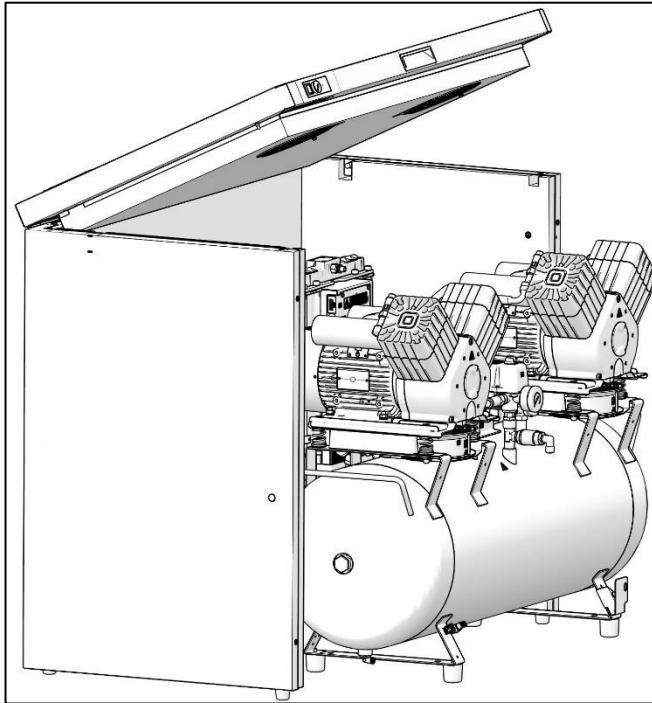

Abb. 20: Positionierung des Kompressors für elektrische Anschlüsse
- Positionieren Sie den Kompressor in einem solchen Abstand vom Schrank, dass der WINSTA-Stecker die elektrische Verbindung zwischen Kompressor und Schrank herstellen kann (Abb. 13, Abb. 20).